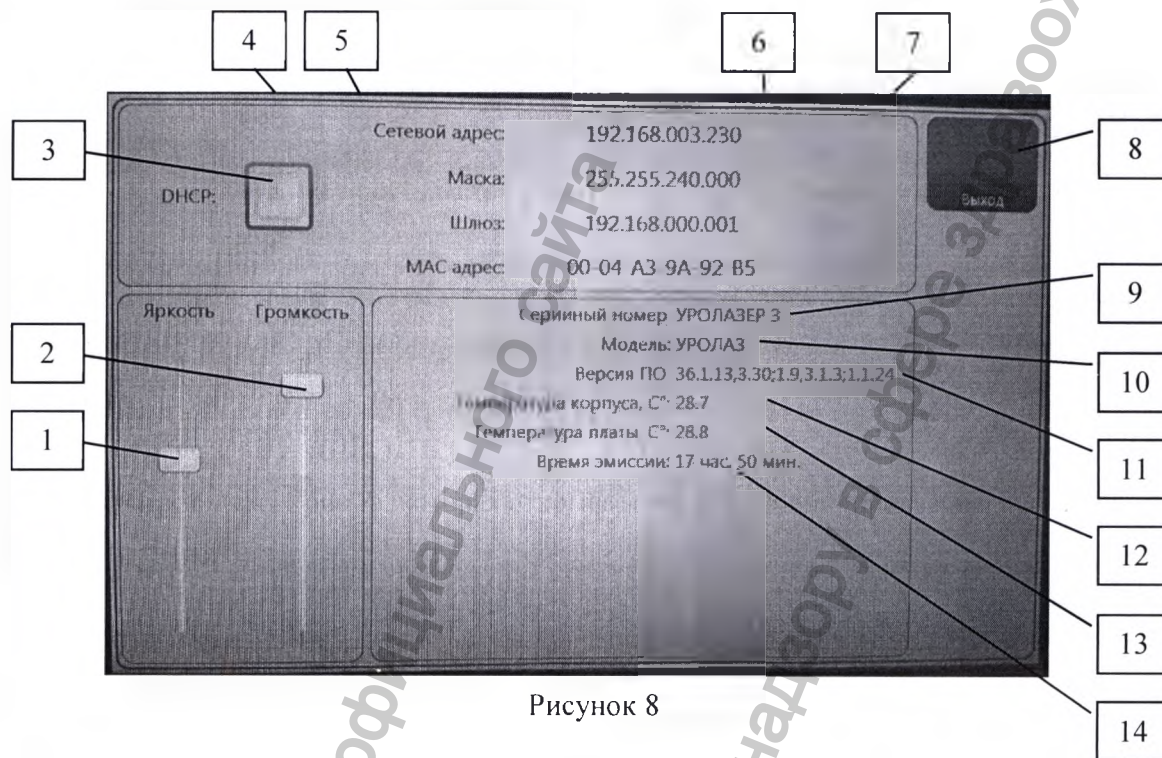

Рисунок 8
5.10.1 В процессе «ИНИЦИАЛИЗАЦИЯ» в правом нижнем углу экрана имеется кнопка «Настройки» (см. 1 рис 7), которая открывает доступ к меню предварительных настроек (рис. 8).